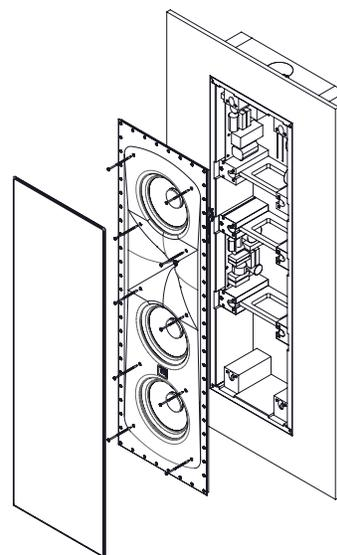

Figura 18
4. Fissare il baffle alla back box con le dieci viti in dotazione (Figura 18). Iniziare stringendo la vite di fissaggio centrale.